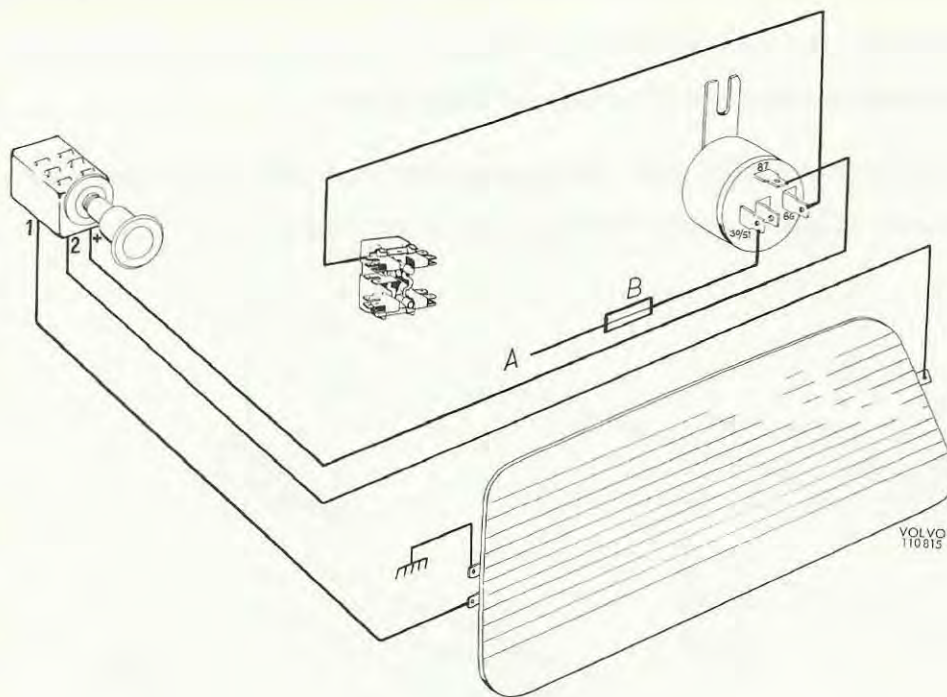

Bild 2. Kopplingschema för Volvo 1800
5. Drag ledningarna för rutan och koppla dem enligt kopplingschema bild 2.